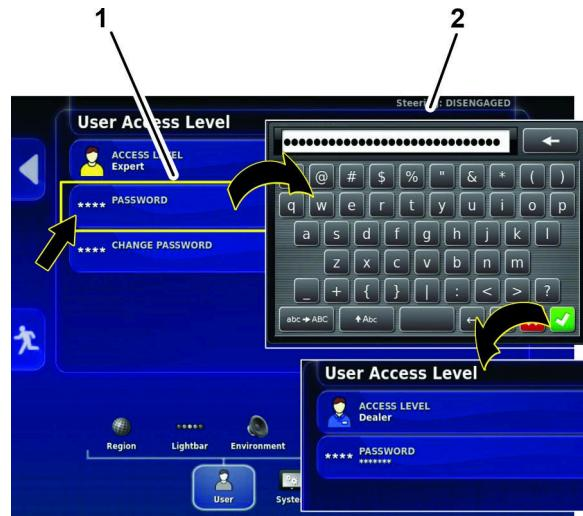

図 159
4. パスワードアイコンを押し、ポップアップキーボード ウィンドウでディーラー パスワードを入力し、確認アイコンを押します(図 159)。